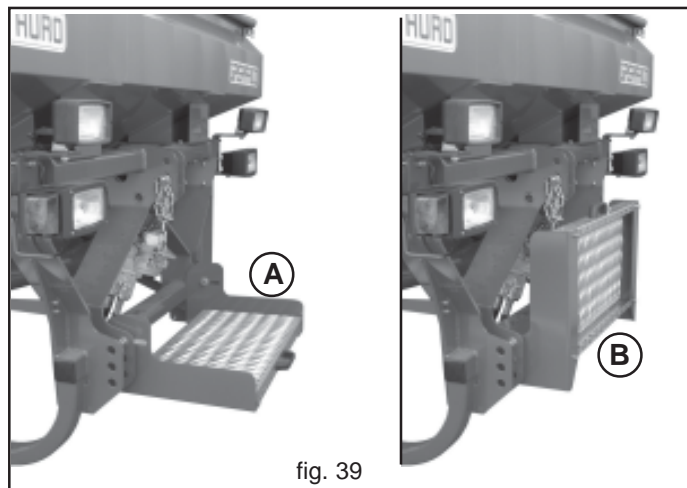

fig. 39
Bei manuellem Beladen ist das Trittbrett (A, Abb. 39) zu verwenden, um Zugang zum Trichter des Anbaugeräts zu erhalten. Das Trittbrett sowohl bei der Arbeit als beim Straßentransport immer wie auf Abbildung 39 (B) dargestellt zusammenklappen.